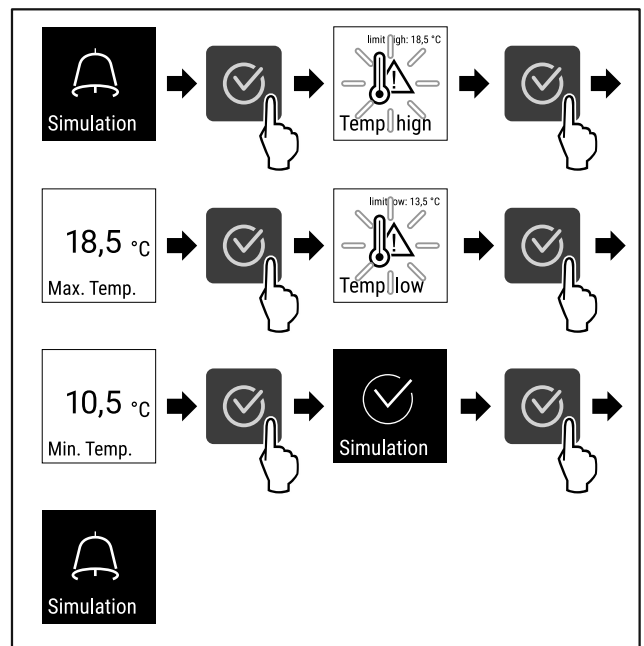

Fig. 121
- ▶ Hajtsa végre a művelet lépéseit (lásd Fig. 121) .